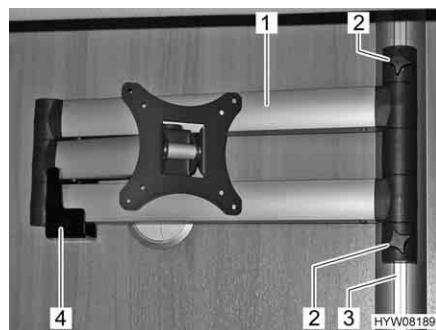

Fig. 66 Schermo piatto sul braccio snodato
- Svitare le viti a testa cilindrica zigrinata (Fig. 66,2).
- Spingere verso l'alto il braccio snodato (Fig. 66,1) nella guida (Fig. 66,3), finché esso non viene più sostegno dal supporto (Fig. 66,4).
- Stringere di nuovo le viti a testa cilindrica zigrinata (Fig. 66,2).